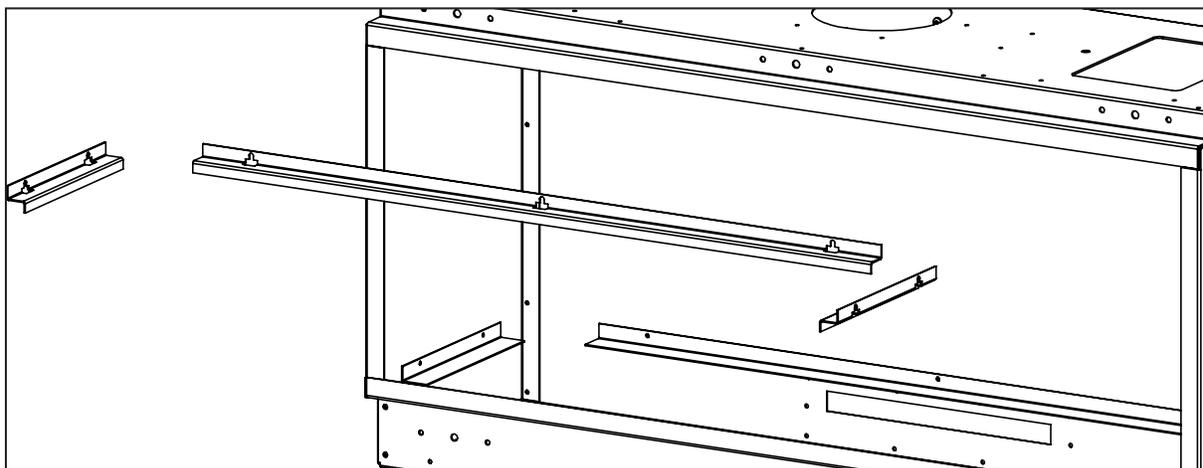

Figure 66: L'installation du panneau
3. Assurez-vous que le cadre avec la découpe est placé autour du pilote comme indiqué dans Figure 66.